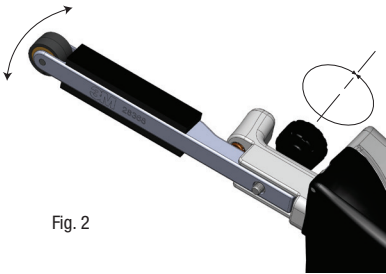

Fig. 2
1. Con la herramienta en funcionamiento, gire la Perilla del Recorrido hacia la izquierda o hacia la derecha, de manera tal que la correa abrasiva funcione centrada sobre la rueda del brazo de contacto. (Ver la Fig. 2)